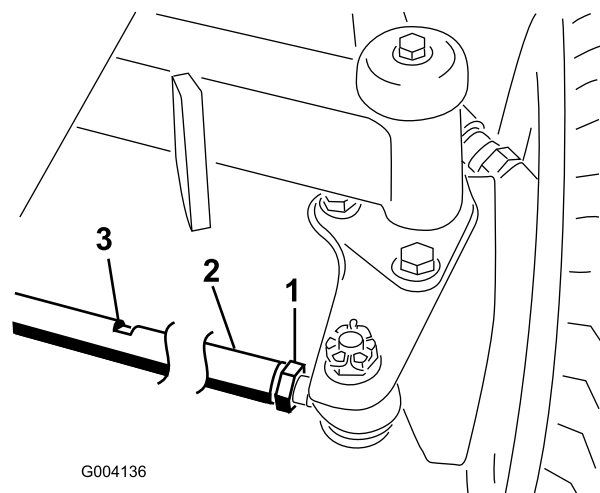

Figura 58
2. Afloje las contratuercas de ambos extremos del tirante (Figura 58).